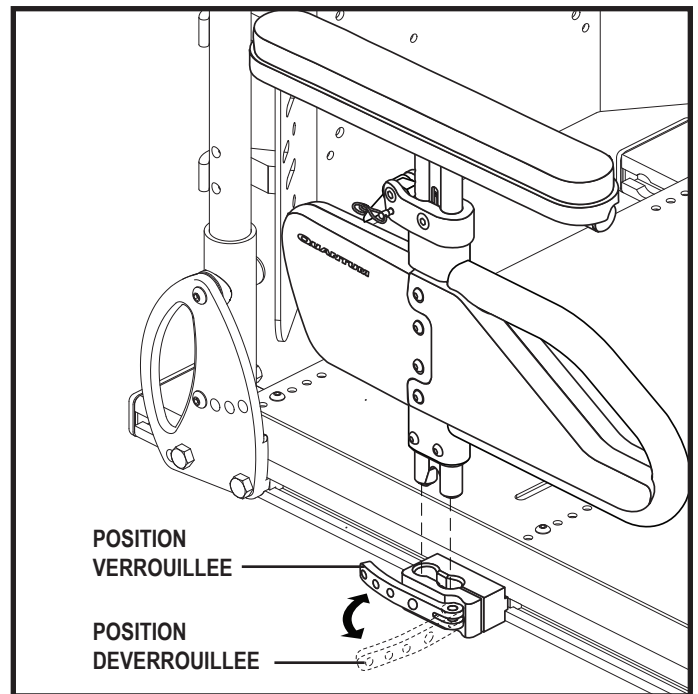

Figure 24. Enlèvement/installation accoudoir montant unique à réglage rapide de la hauteur
1. Tournez le levier de verrou de l'accoudoir vers l'avant. **Voir la figure 24.**
1. Placez le module d'accoudoir dans le verrou de montage. **Voir la figure 24.**